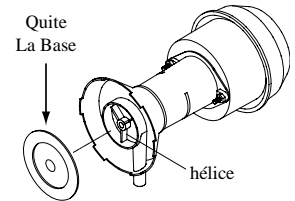

Fig. 5
- **Limpie la bomba.** Es necesario limpiar la bomba una vez al principio de cada año. Por su propia seguridad, apague la unidad y desconecte la unidad y la bomba. Quite el sujetador de plástico de la montura y jale la bomba, deslizándola hacia usted. Quite la base de la bomba (véase fig 5). Limpie la bomba. Dé le vuelta a la hélice para verificar que se mueve libremente. Quite el pico de la bomba y vea si está obstruido. Después de limpiar, reinstale la base en la bomba. Presione firmemente para asegurarse de que es segura. Vuelva a colocar la bomba en la unidad y fíjela en su montura con el sujetador de plástico. Esto impedirá que se caiga la bomba al agua, lo que dañaría el motor. No se olvide de volver a conectar el tubo de agua a la bomba.